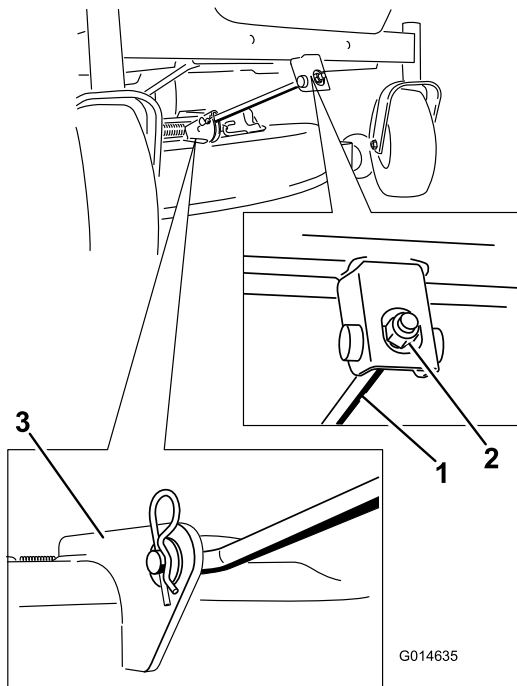

Figure 54
4. Retirez la goupille fendue de la tige de support avant et déposez la tige du support de tablier (Figure 54).
6. Fixez la tige de support avant au tablier de coupe à l'aide de l'axe de chape et de la goupille fendue (Figure 54).